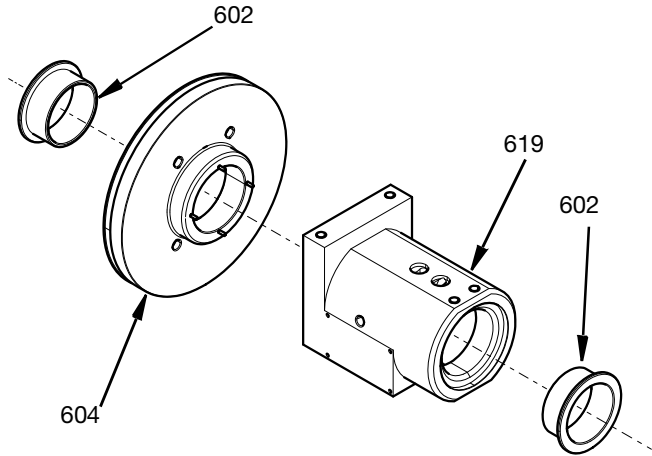

FIG. 21
1. Applicera ett lätt smörjmedel på alla packningar och o-ringar innan du monterar dem på de invändiga delarna av ledade huset. Sätt i flänslager (602) i ledade huset (619) och lagerhuset (604). Se FIG. 21.